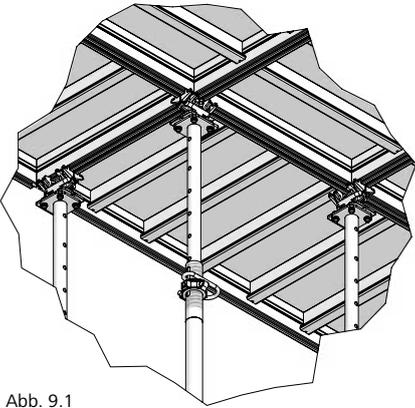

Abb. 9.1
- am Kreuzungspunkt von vier MD-Elementen, ① (Abb. 9.1 und 9.2)
- an der Querstrebe im Eckbereich, ③ (Abb. 9.1 und 9.2)